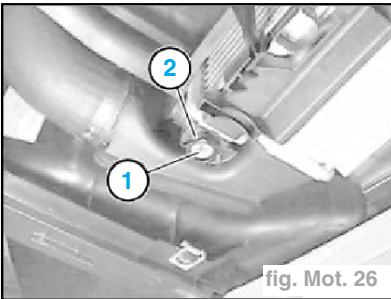

fig. Mot. 26
- Bloquer la vis (2) de réglage du radiateur et dévisser la vis (1) du radiateur d'eau. (fig. Mot. 26)